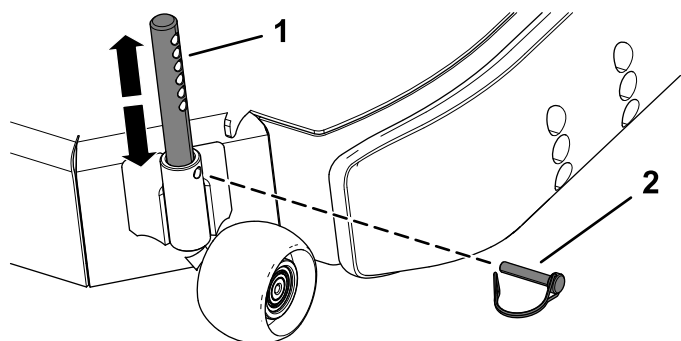

Рисунок 32
4. Извлеките стопорный штифт из стержня валика (**Рисунок 32**).
5. Переместите стержень валика вверх или вниз в требуемое положение и закрепите его стопорным штифтом (**Рисунок 32**).